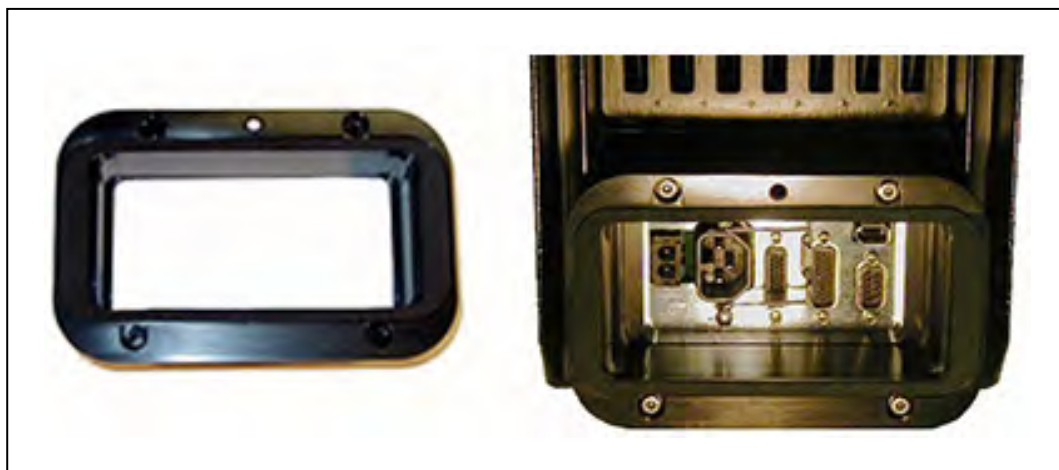

图 6-4. 电缆密封外壳（左），已安装（右，展示了 AIB）
- eAIB 电缆密封壳体，2 个垫片，4 个螺钉（第 100 页上的图 6-4. 电缆密封外壳（左），已安装（右，展示了 AIB））